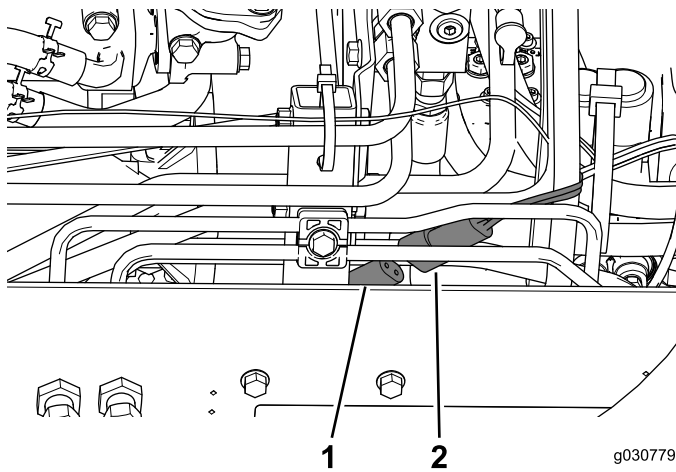

Figura 46
2. Conecte el conector de alimentación de la cabina al conector del lado derecho de la máquina (Figura 46).